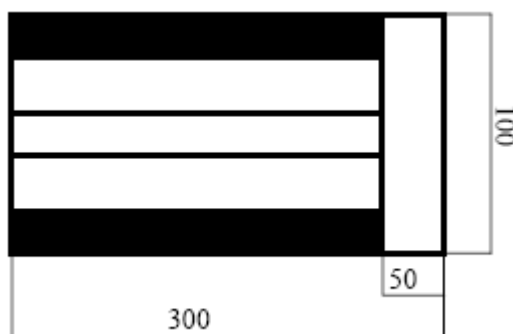

Рис.7. Пластинка для определения укрывистости лакокрасочных составов
- Вдоль длинной стороны стеклянной пластинки размером $100 \times 300 \times 2$ мм наносят три полосы белого и черного цветов длиной 250 мм и шириной 15 мм каждая. Две черные полосы наносят по краям, а белую – посередине пластинки. Полоски наносят масляными красками: черная полоска – на газовой саже, белая – на цинковых белилах, как показано на (рис. 7).